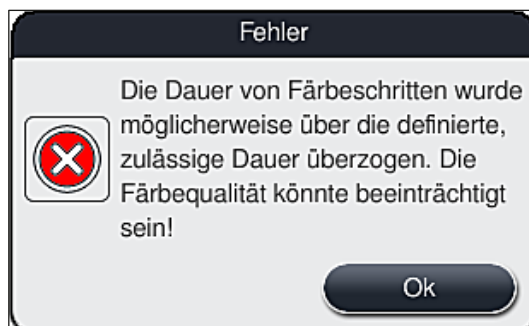

Abb. 107
1. Nach dem Bestätigen dieser Meldung wird dem Benutzer mitgeteilt, dass Färbezeiten eventuell überschritten wurden, d. h. einzelne Objektträgerhalter befinden sich unter Umständen bereits zu lange in einem Reagenz oder in einer kritischen Station, was die Färbequalität beeinträchtigen könnte. Die Meldung (→ "Abb. 107") durch Drücken der Taste **OK** bestätigen, um fortzufahren.